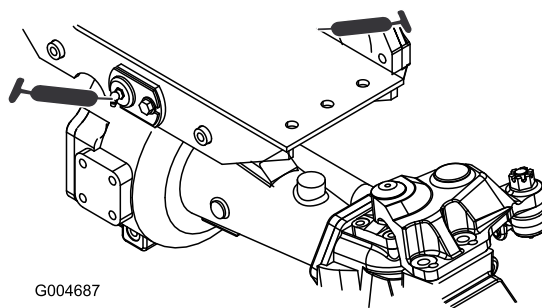

Figure 65
- 2 bagues de pivot d'essieux avant et arrière (Figure 65)